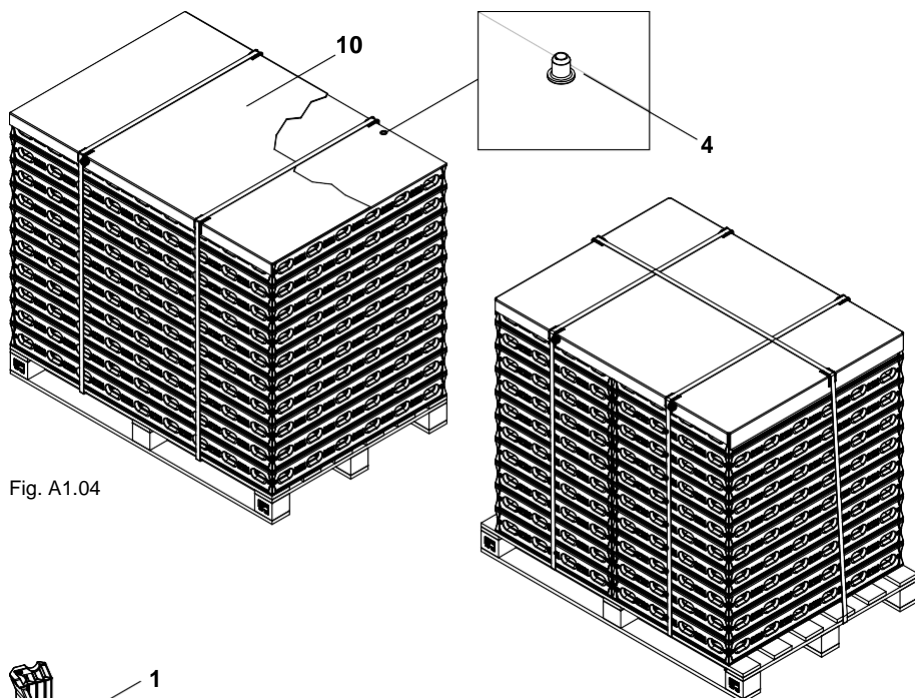

Fig. A1.04
- 10 реда DUO елементи (10).
- За да предотвратите хлъзгане на елементите, използвайте DUO ограничителя за складиране (4) на всеки ред във всяка точка на захващане.
- Поддреждайте всички елементи с кофриращите повърхности нагоре. Покрийте най-горния елемент, за да не се повреди покритието му. (това е особено важно, ако се подреждат няколко палети един върху друг.) (Fig. A1.04)